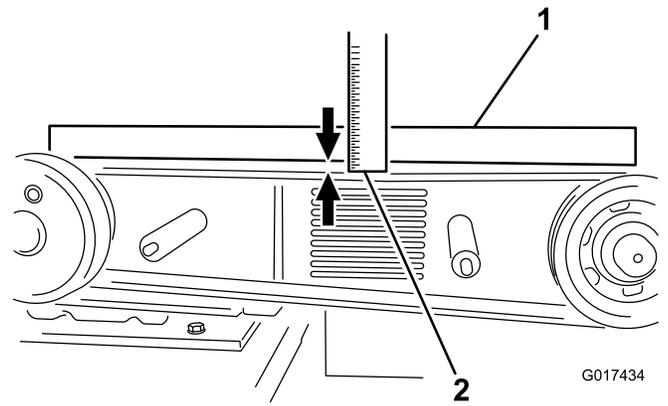

Figure 27
8. Placez une règle de vérification en travers des poulies d'embrayage et de volant moteur. Serrez le boulon de tension de la courroie de sorte à obtenir une flèche de 10 mm lorsqu'une pression de 6,8 kg est exercée au centre du brin (si vous retendez une courroie existante), ou lorsqu'une pression de 8 kg est exercée sur une courroie neuve (Figure 27).